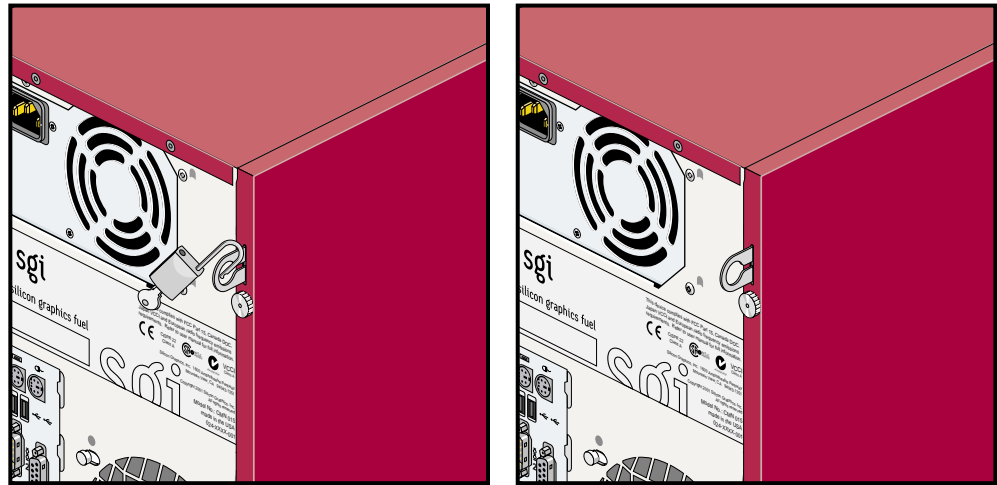

Abbildung 4-3 Entfernen des Vorhängeschlosses
3. Wenn Ihr System mit Hilfe der Sicherungsöse abgesperrt ist, müssen Sie das Vorhängeschloss entfernen (siehe Abbildung 4-3). Wenn kein Schloss angebracht ist, gehen Sie zum nächsten Abschnitt.